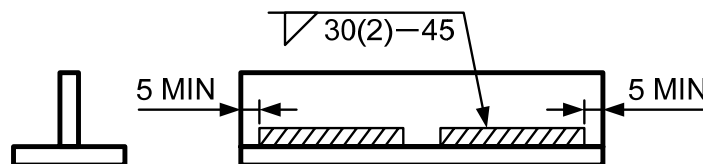

図 2—すみ肉溶接の溶融部の図示例
- 開先溶接、フレア溶接及びすみ肉溶接の場合、止端部を細い実線で描き、ハッチングを施す（図 2 参照）。